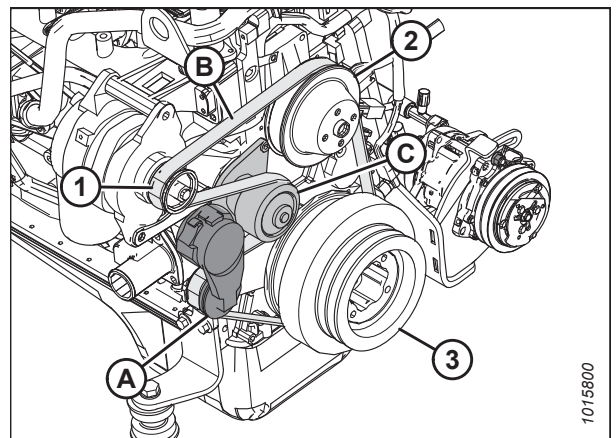

Figure 5.169: Courroie du moteur
- Insérez l'extrémité d'une clé à cliquet d'entraînement de 1/2 po dans le tendeur de la courroie (A).
- Tournez le tendeur dans le sens inverse des aiguilles d'une montre jusqu'à pouvoir enlever la courroie du ventilateur (B) de la poulie (C). Relâchez le tendeur et retirez la clé.
- Retirez la courroie dans l'ordre 1, 2, 3, comme indiqué dans la figure 5.169, page 351.
- Tournez le tendeur dans le sens inverse des aiguilles d'une montre jusqu'à pouvoir enfiler la courroie (B) sur la poulie (C). Relâchez le tendeur et retirez la clé.